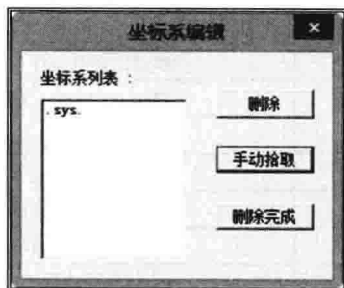

图 1-10 “删除坐标系”对话框
①单击【删除坐标系】图标，或者单击【工具(T)】→【坐标系(C)】→【删除坐标系】，系统弹出对话框，如图1-10所示。②拾取要删除的坐标系，单击坐标系，删除坐标系完成，关闭对话框。